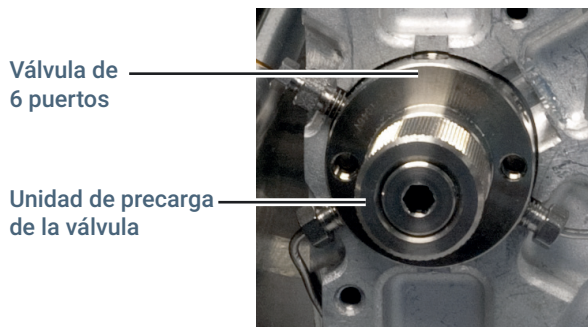

Figura 23. Unidad de precarga de la válvula
- 6 Con la mano, desenrosque la unidad de precarga frente a la válvula (**Figura 23**).